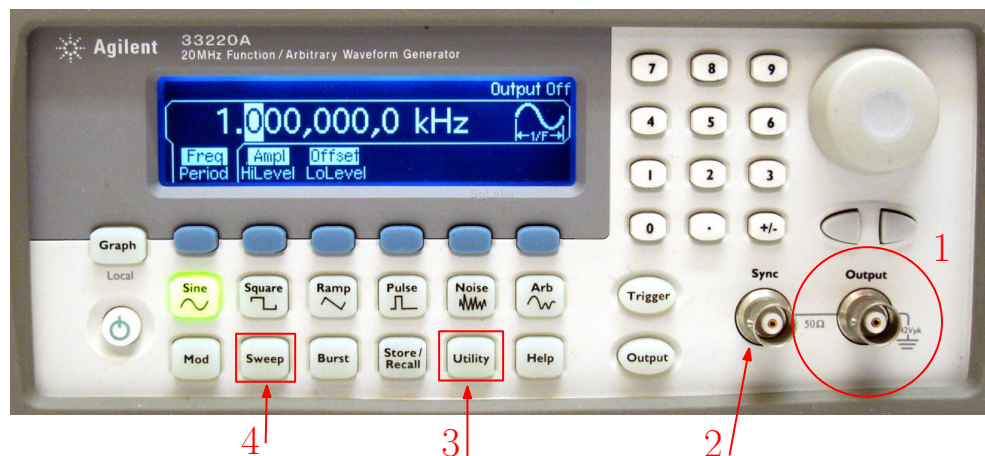
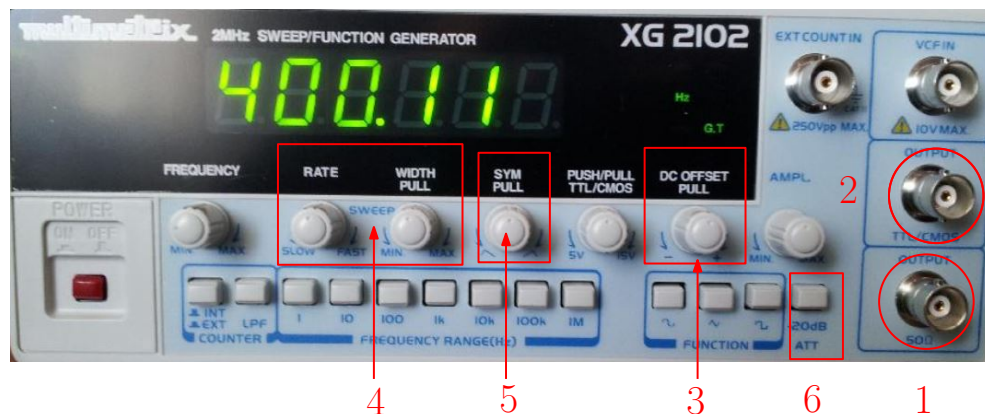

Figure 18 – Face avant d'un GBF Rigol
Figure 19 – Face avant d'un GBF Multimétrix
4. (voir borne [1] de la figure 18 et la borne [1] de la figure 19)
- ✗ la sortie « TTL » ou « SYNC » (borne (2)) de la figure 18 et borne (2) de la figure 19) délivre des créneaux (0-5V) dont on ne peut pas faire varier l'amplitude, ce type de signal est utilisé (par exemple comme horloge) dans l'étude des circuits à base de portes logiques. Nous n'utiliserons pas cette sortie en général, sauf pour la synchronisation externe d'un oscilloscope.
- ✗ Les signaux variables délivrés par le GBF sont à valeur moyenne nulle. Pour introduire un offset, il faut chercher sur la face avant le bouton « offset » (tirer sur le vernier, voir borne (3) de la figure 19) ou alors aller dans « utility » (borne (3) de la figure 18) et chercher cette fonction. Noter qu'en vieillissant, il se peut que le GBF soit dérégulé et délivre sans qu'on le veuille des signaux de valeur moyenne non nulle. Le choix de l'offset permet alors de corriger cette erreur.
- ✗ Un GBF peut délivrer des signaux de fréquence variable (signaux wobblés). On y accède en enclenchant la fonction wobblulation (bouton « sweep », borne (4) de la figure 18 et encadré (4) de la figure 19). La fréquence varie alors autour de la fréquence que l'on avait avant d'enclencher (les paramètres de réglages seront vus dans le TP wobblulation). On peut ensuite régler la vitesse et la plage de variation de la fréquence. Ce type de wobblulation est appelé « wobblulation interne ». Noter que l'on peut visualiser le signal qui commande le rythme des variations de la fréquence grâce à la sortie « sweep out » située à l'arrière de l'appareil. Notons aussi que l'on peut utiliser un autre GBF pour réaliser un balayage (dans ce cas la wobblulation interne ne doit pas être enclenchée). C'est une wobblulation externe. Le GBF (noté ici GBF1) reçoit alors sur son entrée wobblulation (située à l'arrière de l'appareil : SWEEP IN) un signal provenant d'un autre GBF (noté ici GBF2).
- ✗ Il est possible de rendre les signaux asymétriques, soit directement en agissant sur un vernier « sym » disponible sur la face avant (voir borne (5) de la figure 19), soit en allant sur la voie étudiée et en sélectionnant « sym ».
- ✗ Vérifier que le bouton « atténuation » n'est pas enclenché (borne 6 de la figure 19),